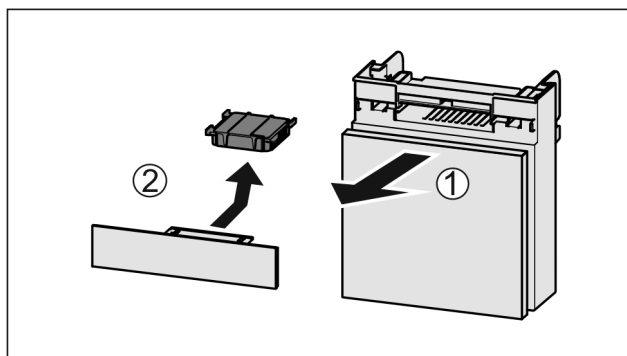

Fig. 134
- Fach nach vorne herausziehen Fig. 134 (1).
- Aktivkohlefilter entnehmen Fig. 134 (2).